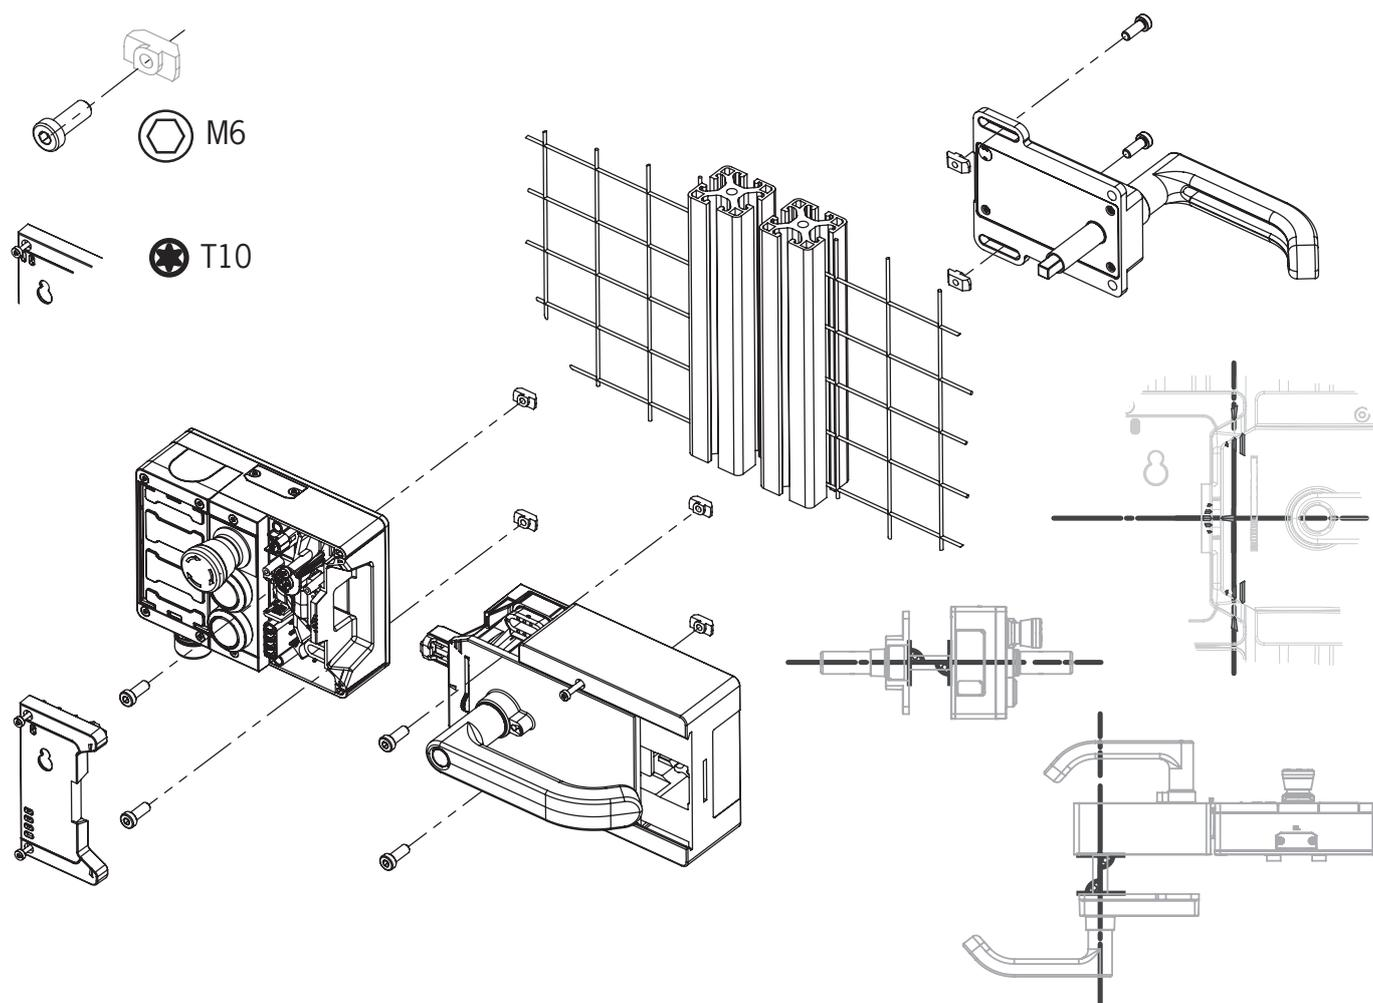
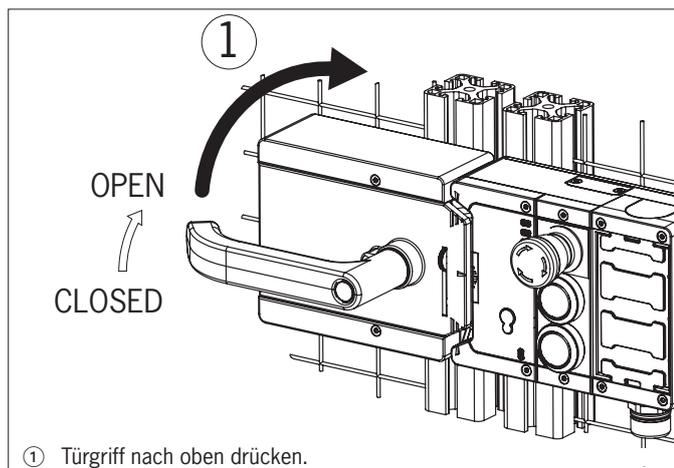
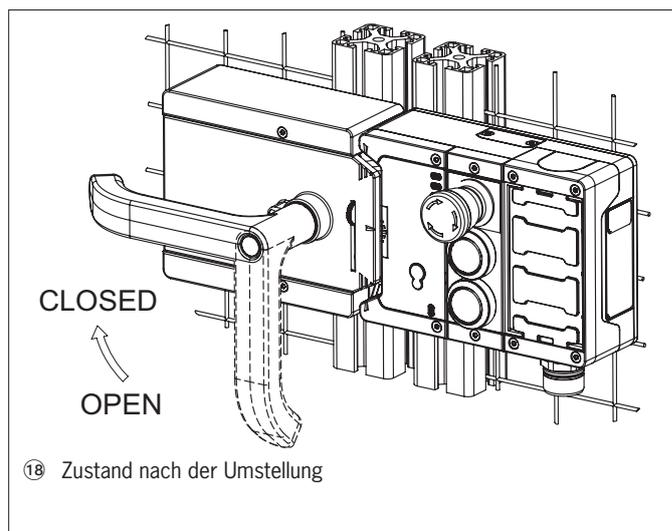

Bild 10: Montagebeispiel für rechts angeschlagene Tür (Übersichtsdarstellung)
Bild 13: Betätigungsrichtung umstellen, Schritt ①
Bild 22: Betätigungsrichtung umstellen, Endzustand
- › Achse der Fluchtentriegelung im rechten Winkel zum Griffmodul ausrichten. Siehe *Bild 10*.
Montageschritte siehe *Bild 10* und *Bild 13* bis *Bild 22*.
- Für links angeschlagene Türen wird das System umgedreht montiert. D.h. die Schutzeinrichtung öffnet, indem man den Türgriff nach oben drückt (siehe *Bild 13*). Daher muss die Betätigungsrichtung des Türgriffs umgestellt werden (siehe *Bild 13* bis *Bild 22*).